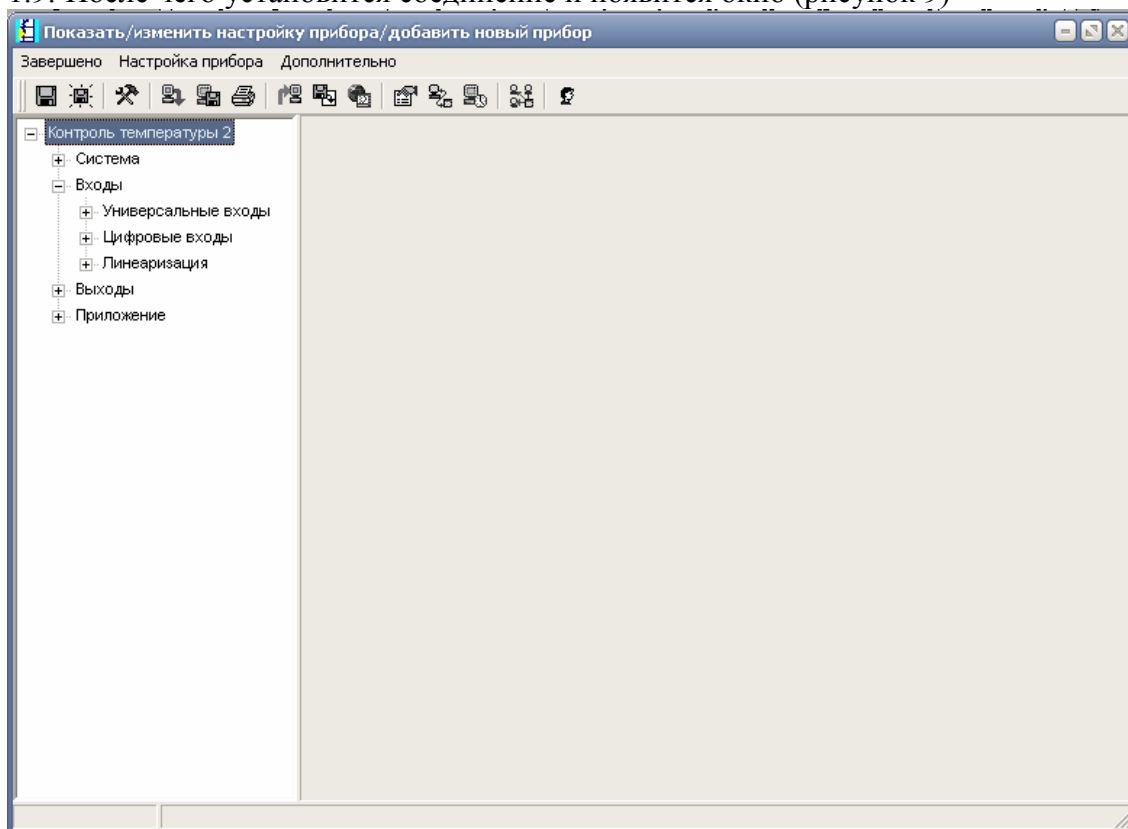

Рис. 9 – Окно- «Показать, изменить настройки прибора»
1.9. После чего установится соединение и появится окно (рисунок 9)